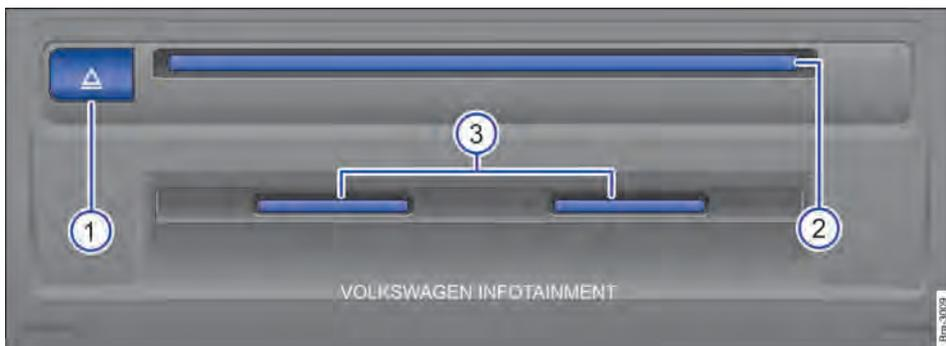

Fig. 150 Unidade multimídia externa: no porta-luvas.
Legenda para → Fig. 150:
- Após a solicitação, inserir o CD na entrada para CD da unidade de CD → Fig. 150 ② até que seja puxado automaticamente para dentro.
- Pressionar o botão de ejeção  → Fig. 150 ①.
Na entrada de cartão SD → Fig. 150 ③ somente podem ser inseridos cartões SD com as dimensões de 32 mm x 24 mm x 2,1 mm (1,26 x 0,94 x 0,083 polegadas) **ou** 32 mm x 24 mm x 1,4 mm (1,26 x 0,94 x 0,055 polegadas).